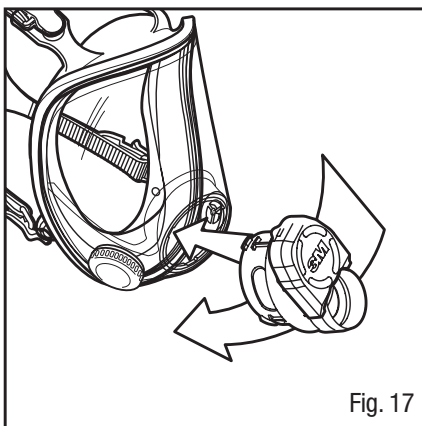

Fig. 17
- Deslice el adaptador en el puerto del visor (Fig. 17).